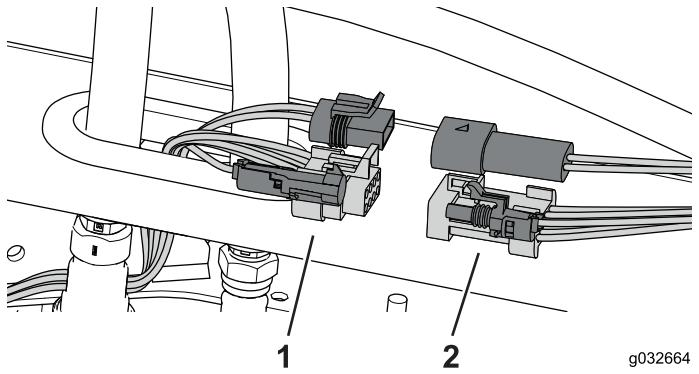

Figure 108
- Débranchez le faisceau de la machine du faisceau de la cabine (Figure 108).